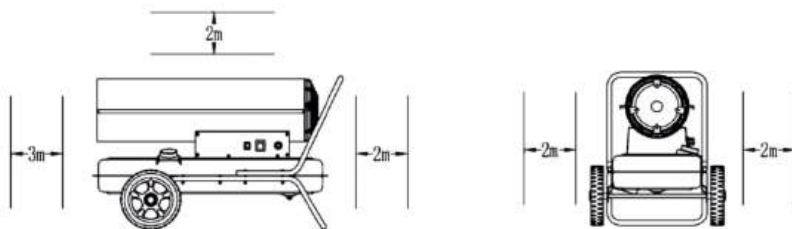

Рис.2
- В любом случае, соблюдайте следующие минимальные безопасные расстояния от материалов или предметов, находящихся вблизи нагревателя. Минимальное свободное пространство: выходное отверстие (спереди) 3м; входное пространство (сзади) 2м; сверху 2м, сбоку 2 м.см. Рис. 2.